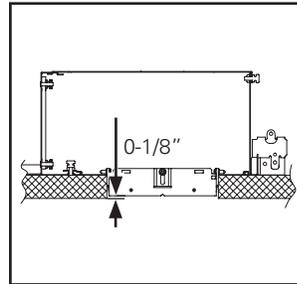

Figura 3.
- Para ofrecer una operación adecuada, las plataformas del alojamiento deben instalarse con el borde del collar del bastidor con revocado al ras, con un límite de x pulgadas, de la parte inferior del techo acabado (Figura 3.).